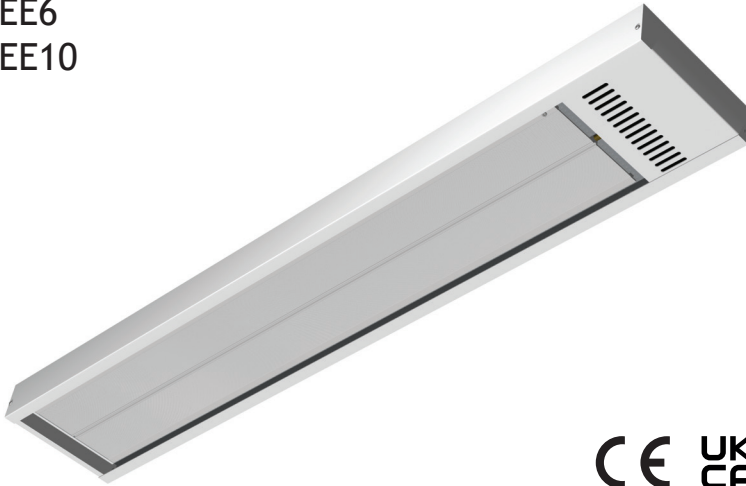

Fig.1
1. The Energostrip can be mounted to the ceiling or on the wall, horizontally, where the lowest installation height is 1.8m (2.3m UK) from the floor level. Respect and follow the minimum distances to the surrounding surfaces, according to fig.1. If the heater is fitted in vertical position the connection box must be positioned at the lower end of a sloping ceiling. Fixed heater must not be mounted in front of a socket outlet.
1. Der EnergoStrip kann an der Decke oder an der Wand montiert werden (horizontal). Die niedrigste Montagehöhe beträgt 1,8 m. Die Mindestabstände laut fig.1 sollten eingehalten werden. Wenn die Heizung in vertikaler Position montiert ist, muss die Anschlussbox am unteren Ende einer Dachschräge positioniert werden. Befestigen Sie den Heizkörper nicht unter einem Wandsockel!
1. Le EnergStrip peut être monté sur les murs ou le plafond (horizontal). La hauteur de fixation minimale est de 1,8 mètres. Les distances minimales selon la figure 1 doivent être respectées. Si le chauffage est installé verticalement, la boîte de connexion doit être placée sur le dessous. Les chauffages fixes ne doivent pas être montés devant une prise de courant.
1. Energostrip kan monteras i taket eller på väggen, horisontellt, där den lägsta monteringshöjden är 1,8 m ifrån golvnivån. Respektera och följ min. avstånden till omgivande ytor enligt fig.1. Om värmaren ska monteras vertikalt, måste kopplingsutrymmet placeras nederst. Fast monterad värmare får inte placeras framför ett vägguttag.